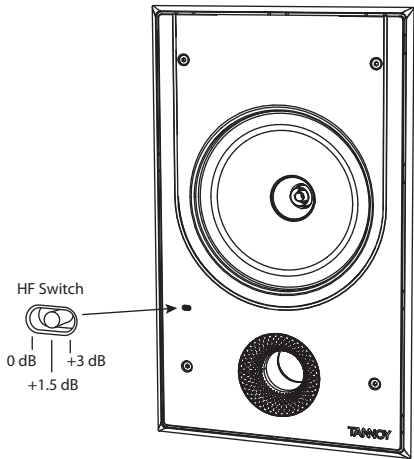

Fig. 4. HF-omkopplare
2. HF-omkopplaren har tre lägen, där 0 dB är lat. Justera efter behov för att passa rummets position och akustiska förhållanden (fig. 4).